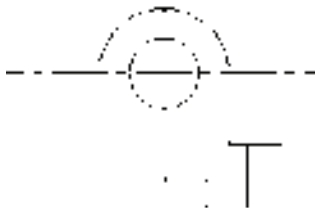

图 4-80 修剪处理
6) 修剪处理。单击“修改”工具栏中的“修剪”按钮, 修剪相关图线，结果如图 4-80 所示。